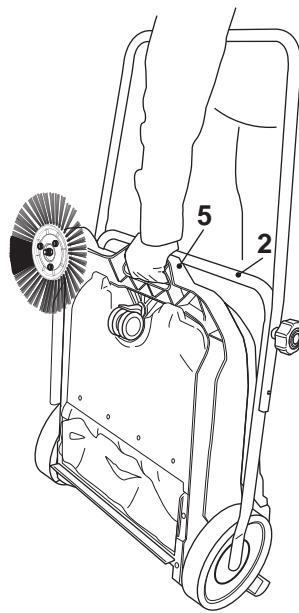

Fig. 10
- > Transportez toujours l'appareil par sa poignée [1a]. Lorsque vous soulevez le produit, utilisez la poignée de transport [5] comme une aide. Repliez les barres de la poignée [1, 2], si nécessaire (Fig. 10).